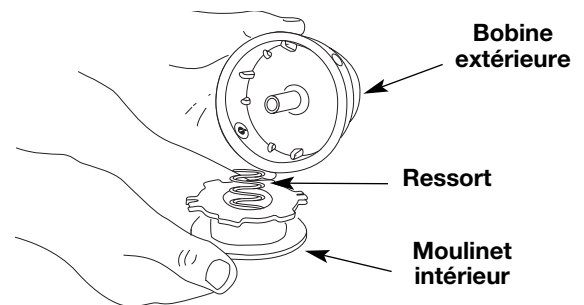

Fig. 16
2. Retirez le moulinet intérieur de la bobine extérieure (Fig. 16).
3. Retirez le ressort du moulinet (Fig. 16).
- Retirez l'ancien moulinet intérieur de la bobine extérieure (Fig. 16).
- Retirez le ressort de l'ancien moulinet intérieur (Fig. 16).